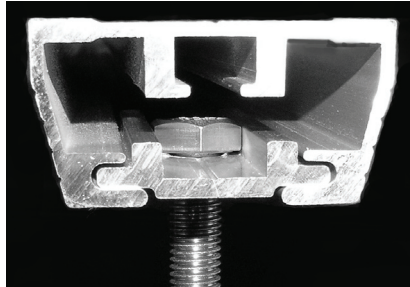

Abbildung 5
2. Setzen Sie eine 8mm Schraube in die Schiebepatte. Schieben Sie die Schiebepatte und die Schraube in die Montageschiene. Siehe Abbildung 5.